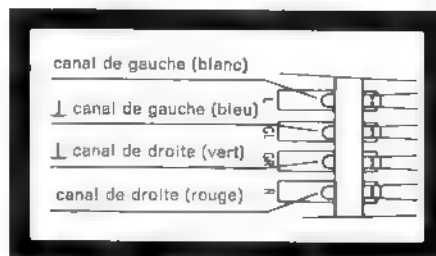

Fig. 15
3. Les connexions sur le support sont marquées, les fils étant de couleur différente (fig. 15). Reliez les fils de connexion du support avec les broches correspondantes de la cellule.